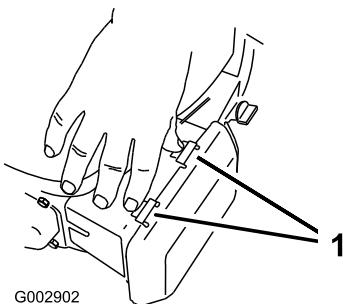

Figure 38
- Appuyez sur les languettes de verrouillage en haut du couvercle du filtre à air (Figure 38).